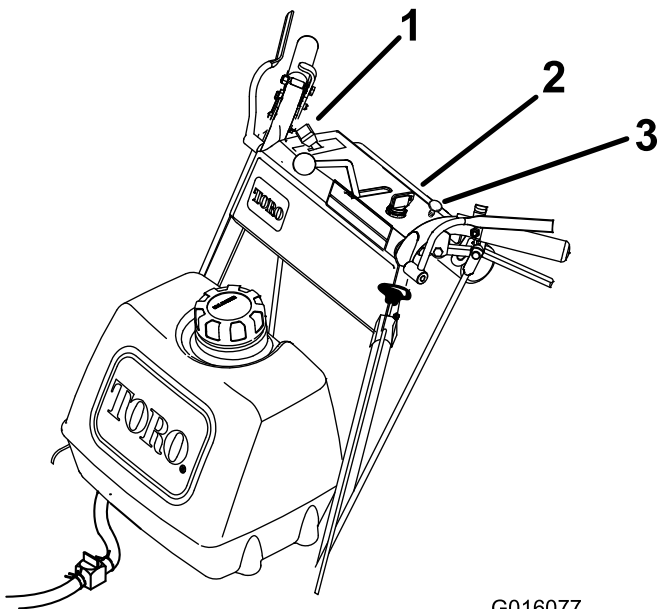

Bild 9
11. Drücken Sie den Choke hinein, sobald der Motor warmgelaufen ist (Bild 9).
2. Stellen Sie dann den Gasbedienungshebel auf Langsam (Bild 9).